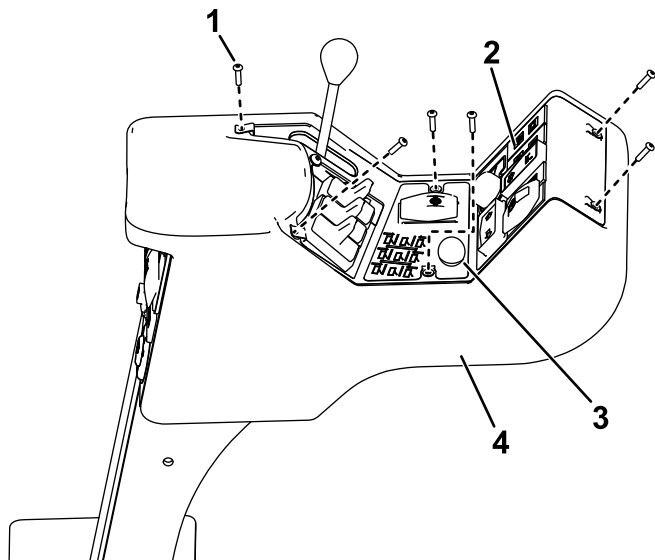

Bild 7
1. Entfernen Sie die sechs Schrauben, mit denen das Armaturenbrett an der Steuergondel befestigt ist (Bild 7).
3. Entfernen Sie die Blende (Bild 7) an der Konsole.